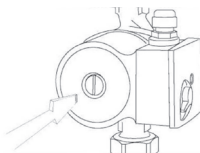

Рис.3
- для удаления воздуха из насоса выкрутите выпускной винт (рис. 3);
При правильном монтаже насос не требует обслуживания во время эксплуатации. При длительном перерыве в работе насоса перед очередным запуском необходимо убедиться, что не произошло блокирование вала отложениями извести или другими механическими примесями. При продолжительном простое периодически проворачивайте вал, во избежание его блокировки (отвинтите контрольный винт (рис. 3), с помощью плоской отвертки проверните вал мотора, затем завинтите контрольный винт.
ВНИМАНИЕ! При необходимости вывинчивания контрольного винта (рис. 3) нужно перед этой операцией удостоверить-ся, что выходящая в результате жидкость не нанесет вреда людям или не станет причиной повреждения компонентов насоса.
- выкрутить выпускной винт (рис. 3);